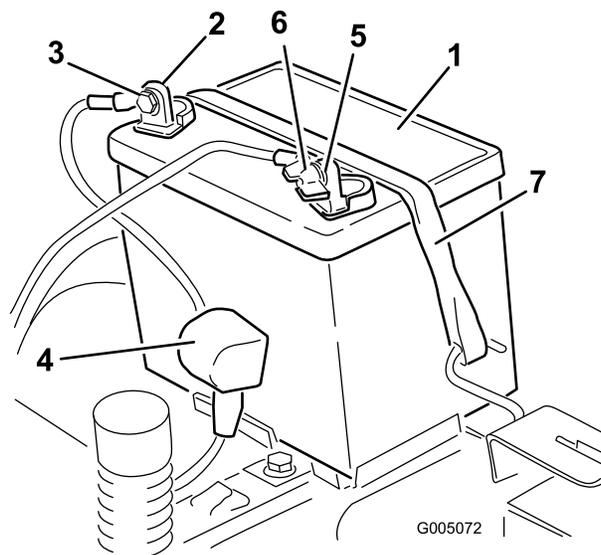

Figura 37
4. Desligue o cabo negativo (preto) do pólo da bateria (Figura 37). Guarde todos os parafusos e porcas.
5. Deslize a cobertura de borracha para cobrir o cabo positivo (vermelho). Desligue o cabo positivo (vermelho) do pólo da bateria (Figura 37). Guarde todos os parafusos e porcas.
6. Retire o suporte da bateria (Figura 37) e levante a bateria para a retirar da respectiva plataforma.
1. Posicione da bateria no tabuleiro (Figura 37).
5. Prenda a bateria ao suporte (Figura 37).